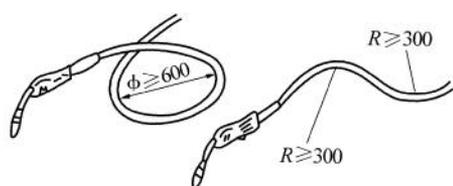

图 15-16 送丝电缆工况
⑤喷嘴至工件间的距离大小,可根据焊接电流的不同按以下数值考虑:250 A 以上,10~12 mm;250~350 A,15 mm;350 A 以上,20 mm。
⑥焊枪的送丝电缆如果过分弯曲,会造成送丝不稳定,所以应尽可能使焊枪的送丝电缆在伸直状况下(弯曲半径在 300 mm 以上)工作,如图 15-16 如示。
⑦一定要使用与焊丝尺寸相一致的导电嘴,因为在焊接过程中是依靠焊丝与导电嘴接触而导电,故导电嘴的内孔在使用过程中会磨损而逐步加大,当大到一定尺寸会由于导电不良形成断弧,并引起